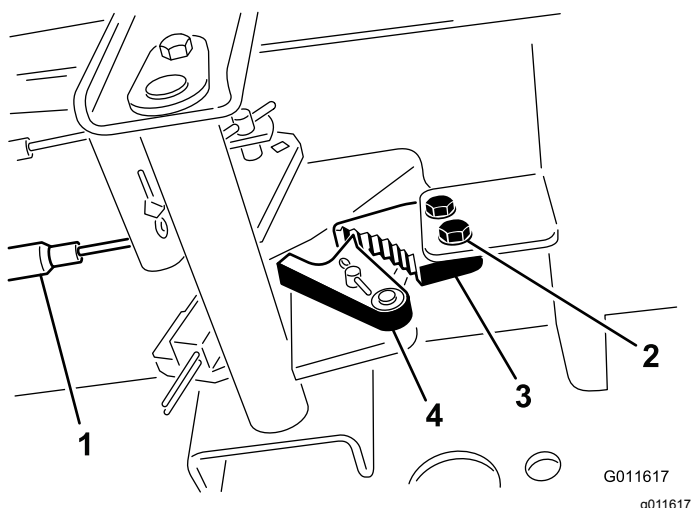

Figura 62
1. Solte os 2 parafusos que prendem a lingueta do travão de estacionamento à estrutura (Figura 62).
2. Carregue no pedal do travão para a frente até o detentor do estacionamento engatar completamente na lingueta do travão (Figura 62).